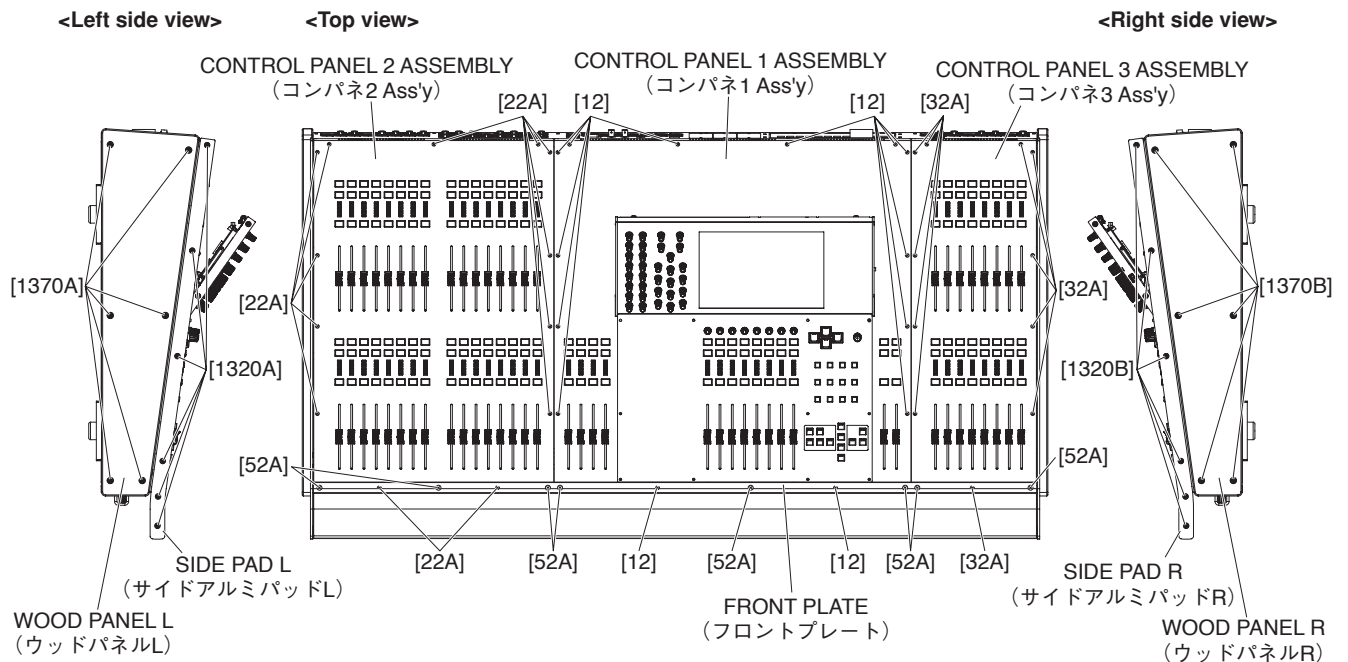

Fig. 1 (図 1)
- 1-1 Remove the eight (8) screws marked [52A]. The front plate can then be removed. (Fig.1)
- 1-1 [52A] のネジ 8 本を外して、フロントプレートを外します。(図 1)
- 2-2 Remove the fourteen (14) screws marked [12]. (Fig.1)
- 3-2 Remove the thirteen (13) screws marked [22A]. (Fig.1)
- 2-2 [12]のネジ 14本を外します。(図1)
- 3-2 [22A]のネジ 13本を外します。(図1)
- 4-2 Remove the eleven (11) screws marked [32A]. (Fig.1)
- 4-2 [32A] のネジ 11 本を外します。(図 1)
5-1-1 Remove the six (6) screws marked [1320A]. The side pad L can then be removed. (Fig.1)
5-2-1 Remove the six (6) screws marked [1320B]. The side pad R can then be removed. (Fig.1)
7-1-1 Remove the six (6) screws marked [1370A]. The wood panel L can then be removed. (Fig.1)
7-2-1 Remove the six (6) screws marked [1370B]. The wood panel R can then be removed. (Fig.1)
5-1-1 [1320A] のネジ 6 本を外して、サイドアルミパッド L を外します。(図 1)
5-2-1 [1320B] のネジ 6 本を外して、サイドアルミパッド R を外します。(図 1)
7-1-1 [1370A] のネジ 6 本を外して、ウッドパネル L を外します。(図 1)
7-2-1 [1370B] のネジ 6 本を外して、ウッドパネル R を外します。(図 1)